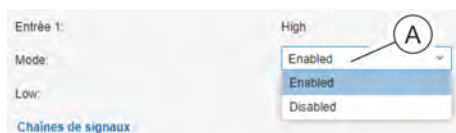

Fig. 117 : Activation/désactivation d'une entrée ou d'une sortie
2. Dans le champ de sélection (Fig. 117 / (A)), régler la valeur sur « Enabled » (pour l'activation) ou « Disabled » (pour la désactivation).